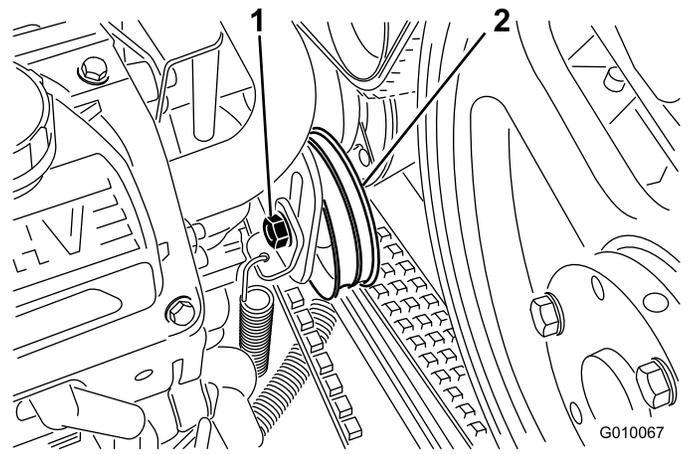

図 57
4. ポンプベルトのアイドラを調整スロットの範囲内で動かせる程度に、アイドラのボルトをゆるめる 図 57。